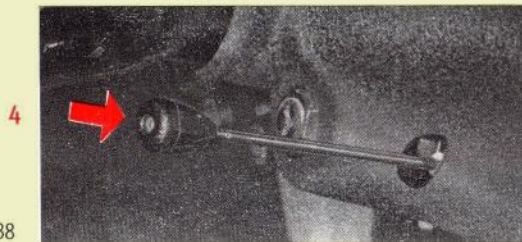

Fig. 38
- 4 - Avertisseur lumineux en appuyant sur la poignée, quelle que soit sa position (Fig. 38). Ce dispositif ne fonctionne que sur 24 bt.